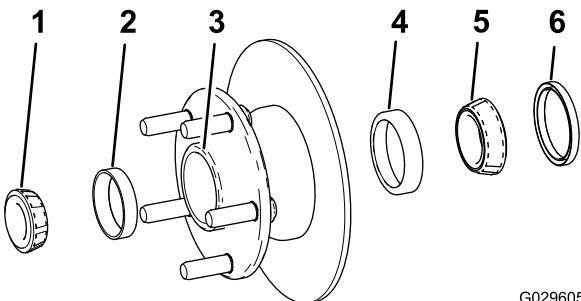

Figura 30
1. Retire el cojinete exterior y el anillo de rodadura del cubo (Figura 30).
2. Retire la junta, el cojinete interior y el anillo de rodadura del cubo (Figura 30).
5. Limpie el hueco del cubo para eliminar cualquier resto de grasa, suciedad y residuos (Figura 30).
7. Instale los anillos de rodadura interior y el exterior del cojinete en el cubo (Figura 30).
8. Llene el hueco del cubo hasta un 50-80% de su capacidad con grasa del tipo especificado (Figura 30).
9. Monte el cojinete interior sobre el anillo en el lado interior del cubo e instale la junta (Figura 30).